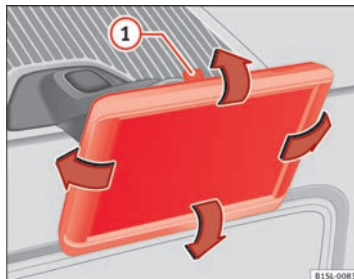

Fig. 127 Dans la console centrale : Déposer le navigateur.
L'inclinaison et l'angle de vision peuvent être réglés en déplaçant le navigateur jusqu'à la position souhaitée ⇒ fig. 127 ⇒ ①.